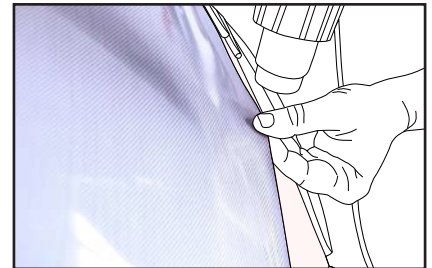

Figure 17
- › Chauffer le bas du film à 30 °C - 40 °C avec le pistolet thermique pour relâcher les tensions exercées sur le film précédemment et ainsi réduire les tunnels qui se sont formés durant la pose. (FIG. 17)